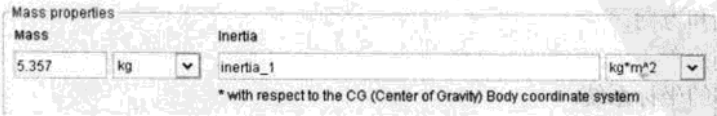
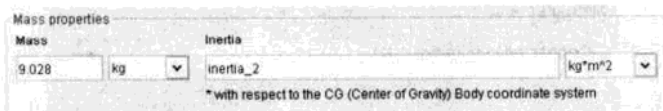
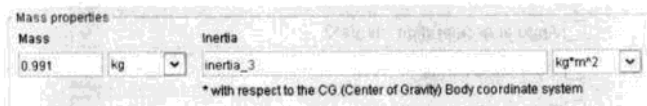

图 17.39 Bar1 的 mass properties 区属性设置
图 17.40 Bar2 的 mass properties 区属性设置
图 17.41 Bar3 的 mass properties 区属性设置
(1) 设置 mass properties 区属性。将 3 个 Body 参数对话框都打开，把表中的数据对应的输入到参数对话框中，可以用数据，也可以用变量，如图 17.39、图 17.40 和图 17.41 所示。